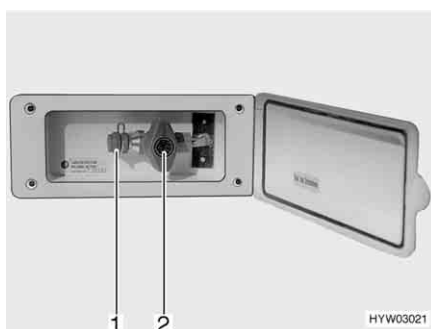

Fig. 69 Presa gas esterna, rubinetto di arresto del gas chiuso
La presa gas esterna (Fig. 69) si trova, a seconda del modello, nella parte posteriore o sul lato destro o sinistro del veicolo.
- Collegare l'apparecchio a gas esterno all'attacco (Fig. 69,1).
- Aprire il rubinetto di arresto del gas (Fig. 69,2).